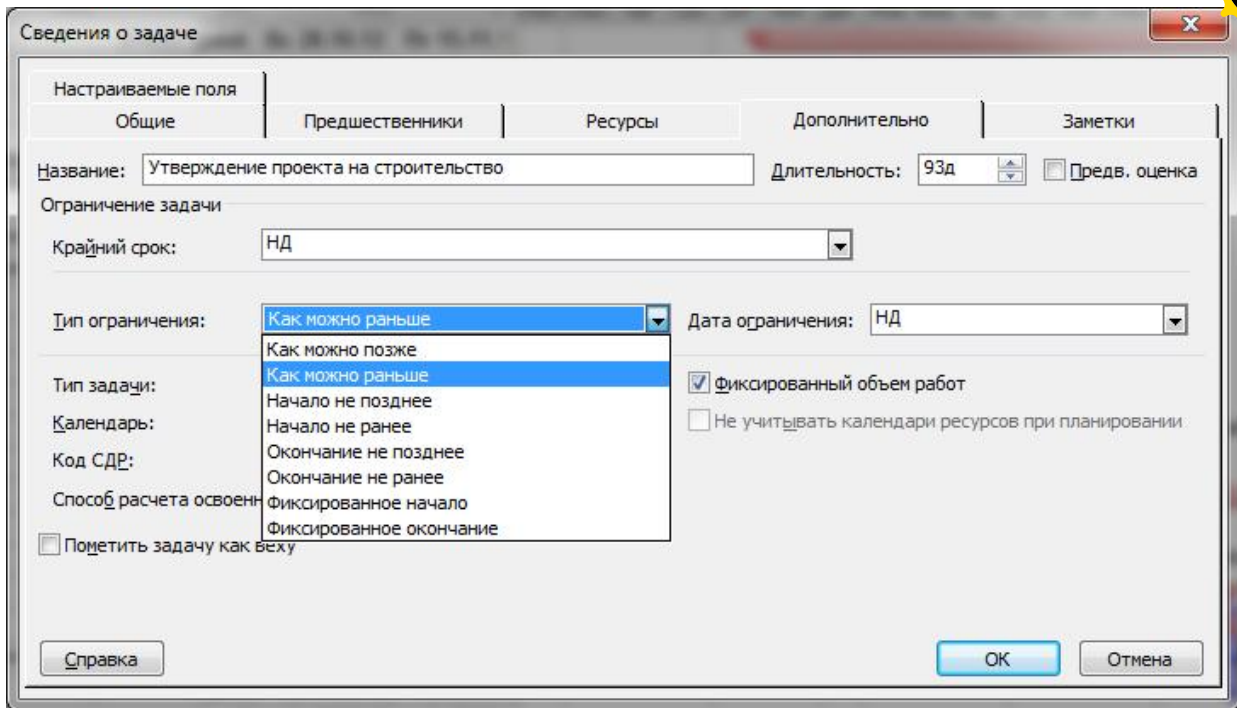

Рис.4. Замена умови «Почати не раніше», на умови «Якомога раніше»
- 2) зміна умов планування завдань. Зокрема, заміна умови «Почати не раніше», на умови «Якомога раніше» (рис.4).